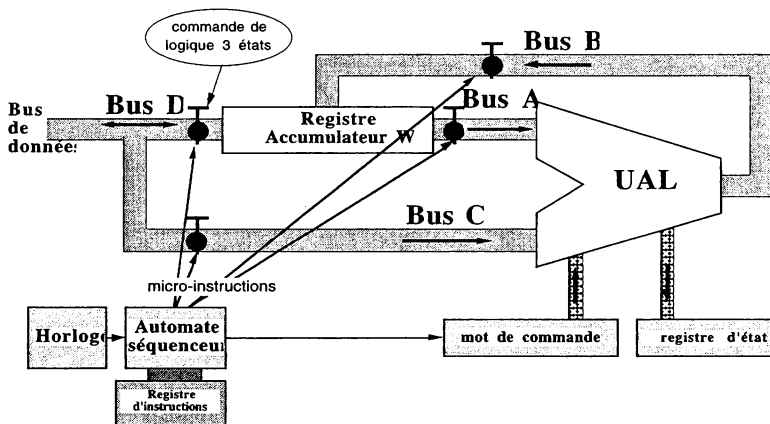

Figure 1.5. Structure théorique de l'unité centrale
1.2.2. Automatisation de l'unité centrale de base (voir figure 1.5)